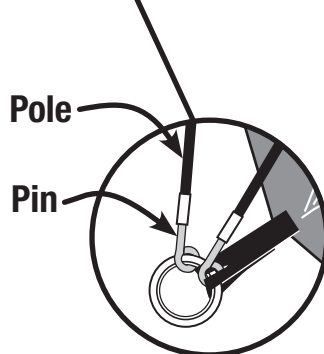

Fig. 4
- Go to opposite end of pole and carefully insert the pin into the other pole end. (Fig. 4)
- Allez au bout opposé du mât et, avec beaucoup de précautions, introduisez la goupille dans cet autre bout de mât. (Fig. 4)